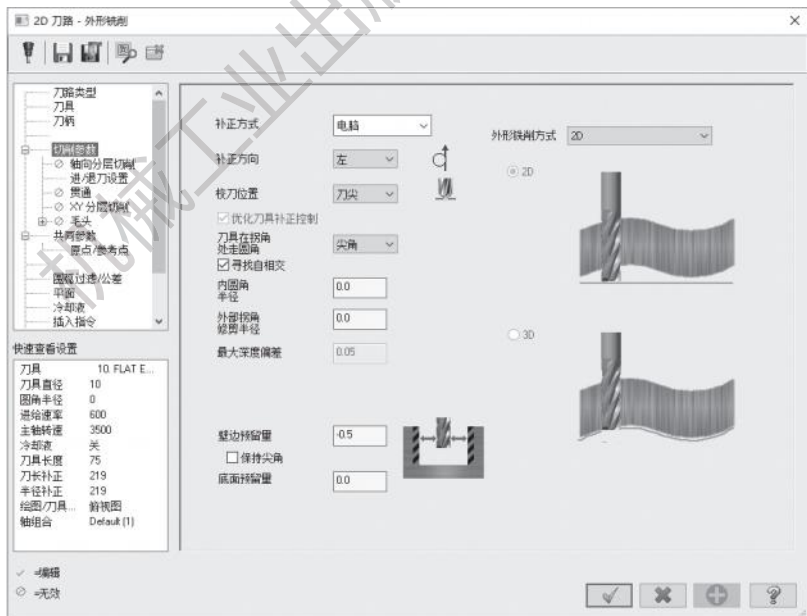

图 6-13 设置切削参数
3) 打开【切削参数】选项卡，设置【补偿方式】为【电脑】，【补偿方向】为【左】，【外形铣削方式】为【2D】，【壁边预留量】为 -0.5mm，【底面预留量】为 0.0mm，其他参数按默认设置，如图 6-13 所示。